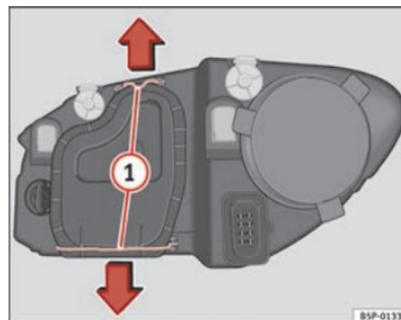

Fig. 184 Anabbaglianti
- Far scorrere i tiranti ⇒ fig. 184 **1** nel senso della freccia e sfilare la chiusura. ▶